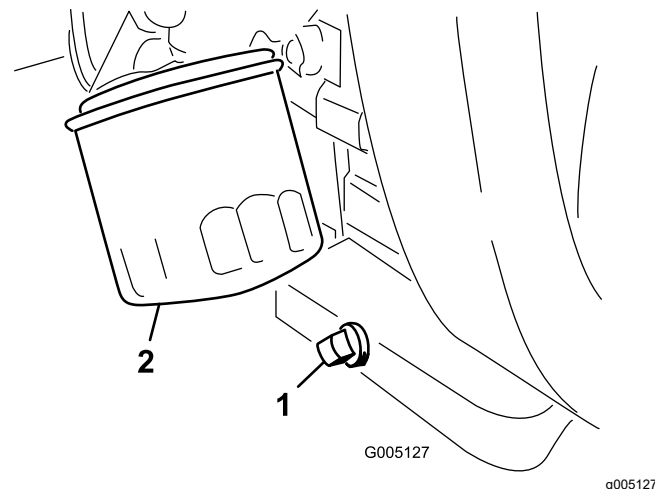

Figure 31
- Nettoyez le filetage du bouchon de vidange, enduisez-le de produit d'étanchéité au PTFE et remettez le bouchon en place (Figure 31).
- Déposez le filtre à huile (Figure 31).
- Retirez le bouchon de vidange (Figure 31) et laissez couler l'huile dans un bac de vidange.